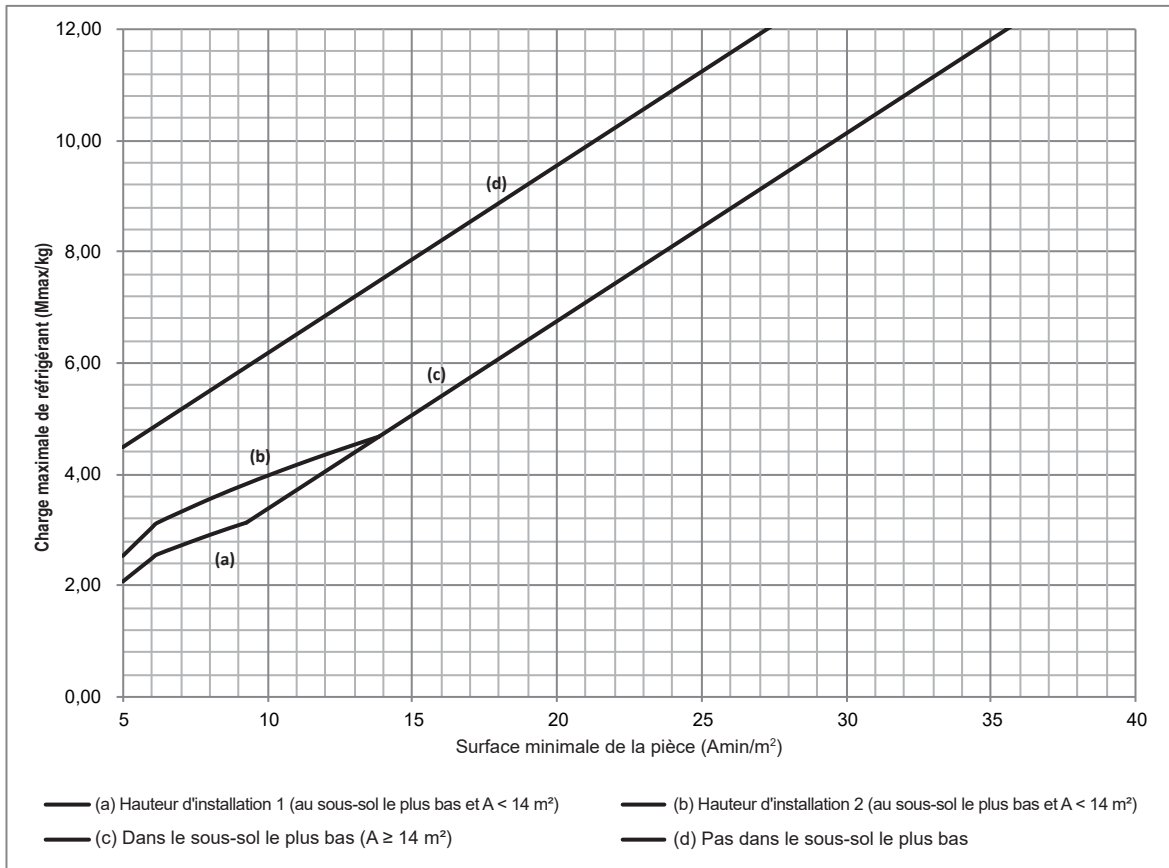

Figure 1-5
Si le système est équipé d'un dispositif d'arrêt du réfrigérant en usine sur le tuyau principal de l'unité extérieure et d'un dispositif d'alarme relié à l'unité intérieure, d'autres règles concernant la charge de réfrigérant et la superficie de la pièce peuvent être suivies. La figure 1-5 et le tableau 1-5 conviennent pour 18 kW.
- Si le système s'applique au cas (d) Figure 1-5 et du Tableau 1-5, la surface minimale de la pièce pour une unité extérieure 18 kW ne doit pas être inférieure à 10 m2.